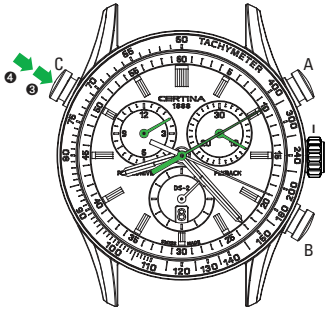

Рис. 13
**Считывание промежуточного времени 2 (см. рис. 13)**